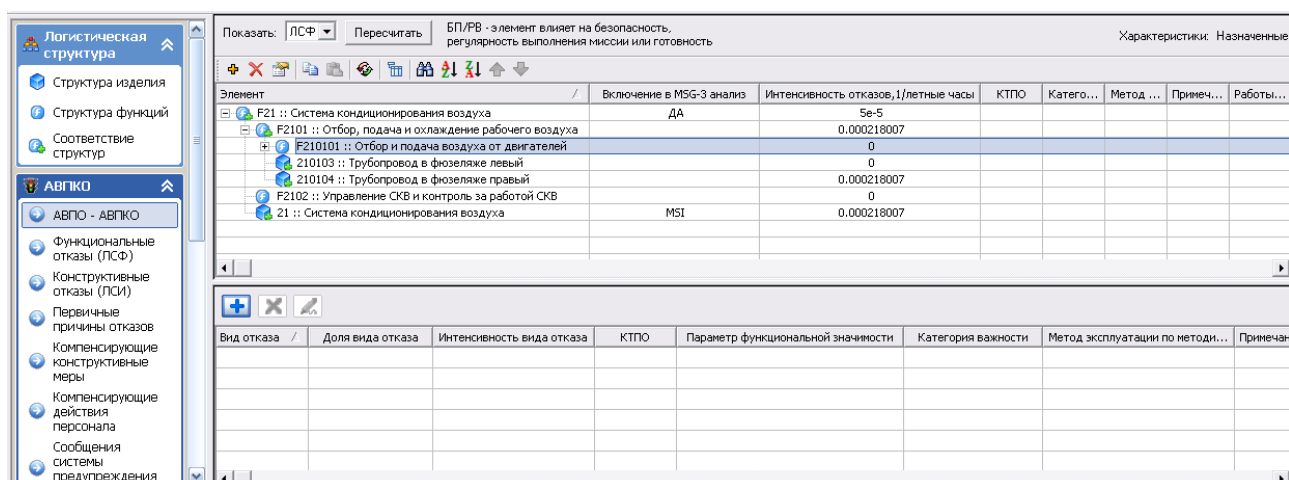

Рис. 7-12
- Вкладка **АВПО-АВПКО** примет вид, представленный на рис. 7-12.